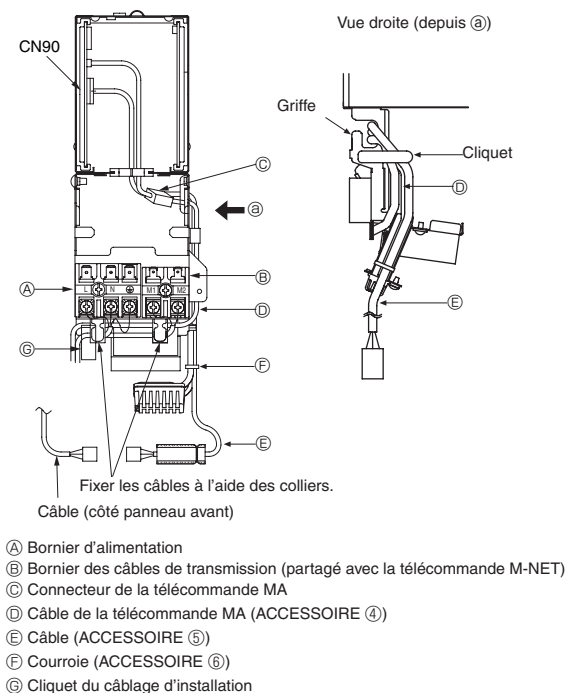

Fig. 5-1
5.1. Appareil intérieur (Fig. 5-1, 5-2)